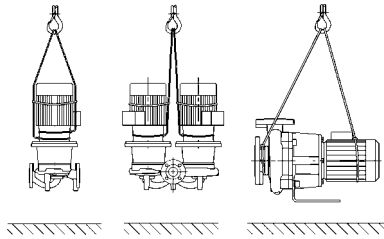

Fig. 7 : Transport de la pompe
- Les œillets de transport servent ici de guidage lors de la suspension de la charge (fig. 7).